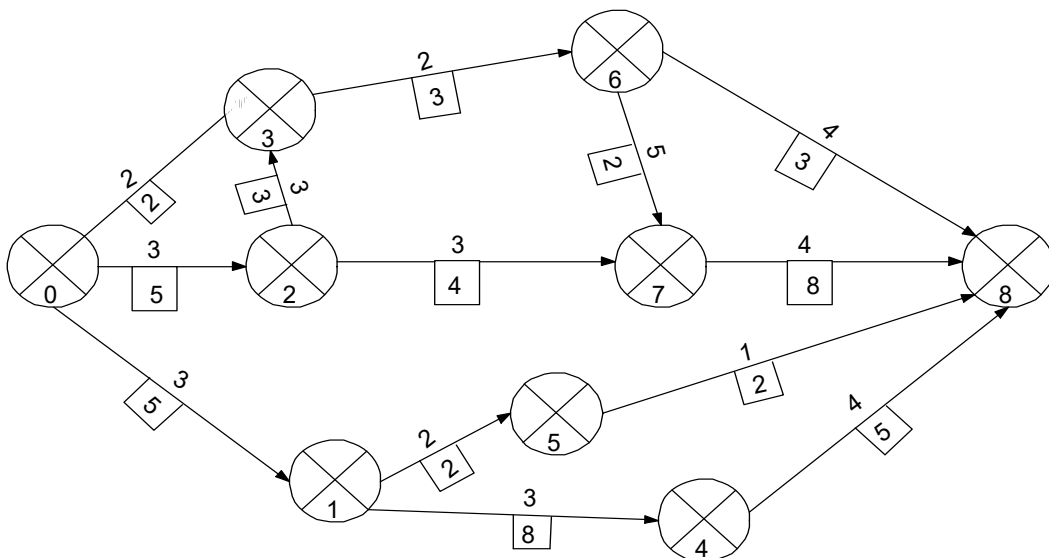

Рисунок 3 – Исходные данные для задачи 1
**Задача 1.** Оптимизировать сетевой график (рисунок 3) по времени выполнения при ограниченном ресурсе исполнителей 10 человек. Для простоты принимаем один вид исполнителей – конструкторы. Над стрелками (работами) указана продолжительность работ, а под стрелками (в квадрате) – число исполнителей.